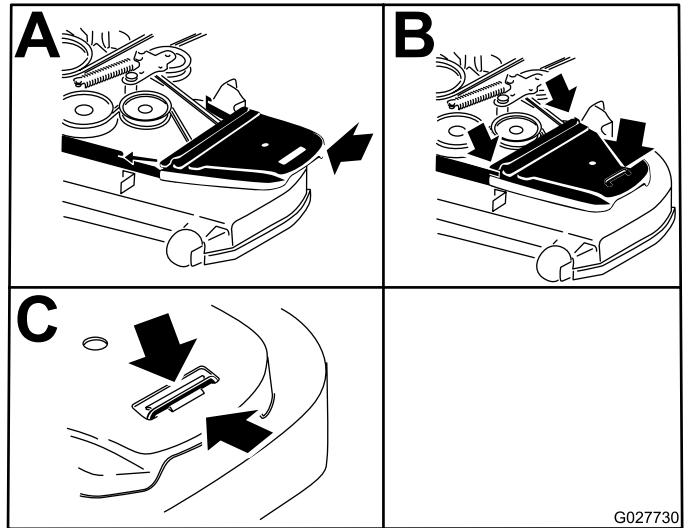

Figure 78
12. Posez les couvercles de courroie (Figure 78).